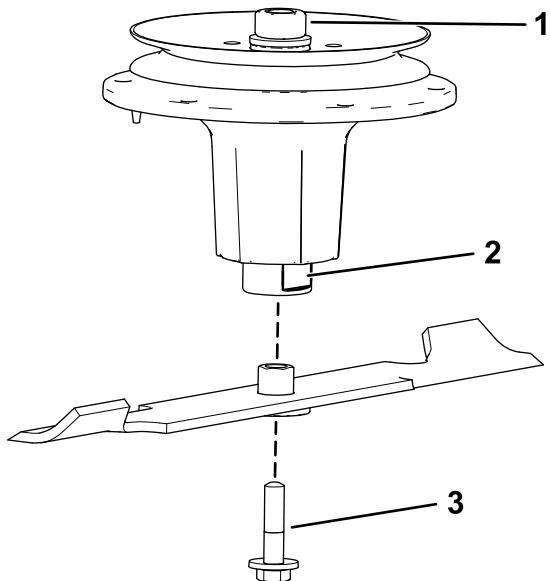

Figura 98
2. Instale el conjunto de buje/cuchilla en el eje (Figura 98).